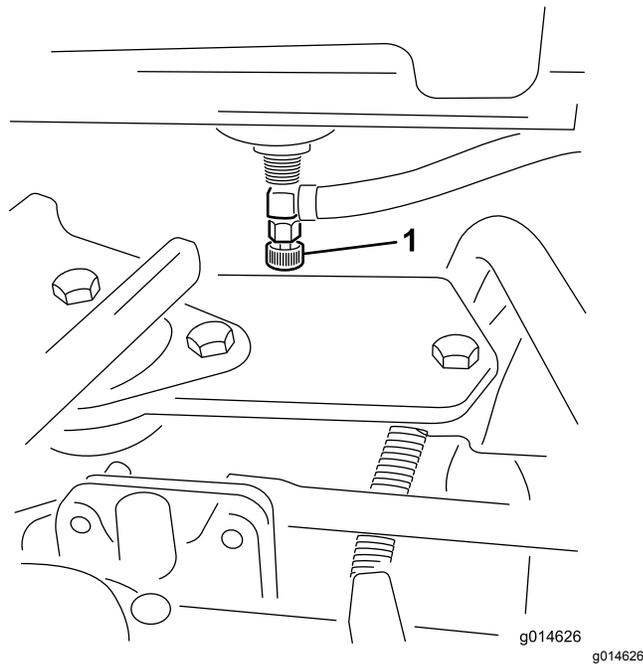

図 36
1. 長期間保管する場合には燃料バルブ 図 36 を閉じておく。